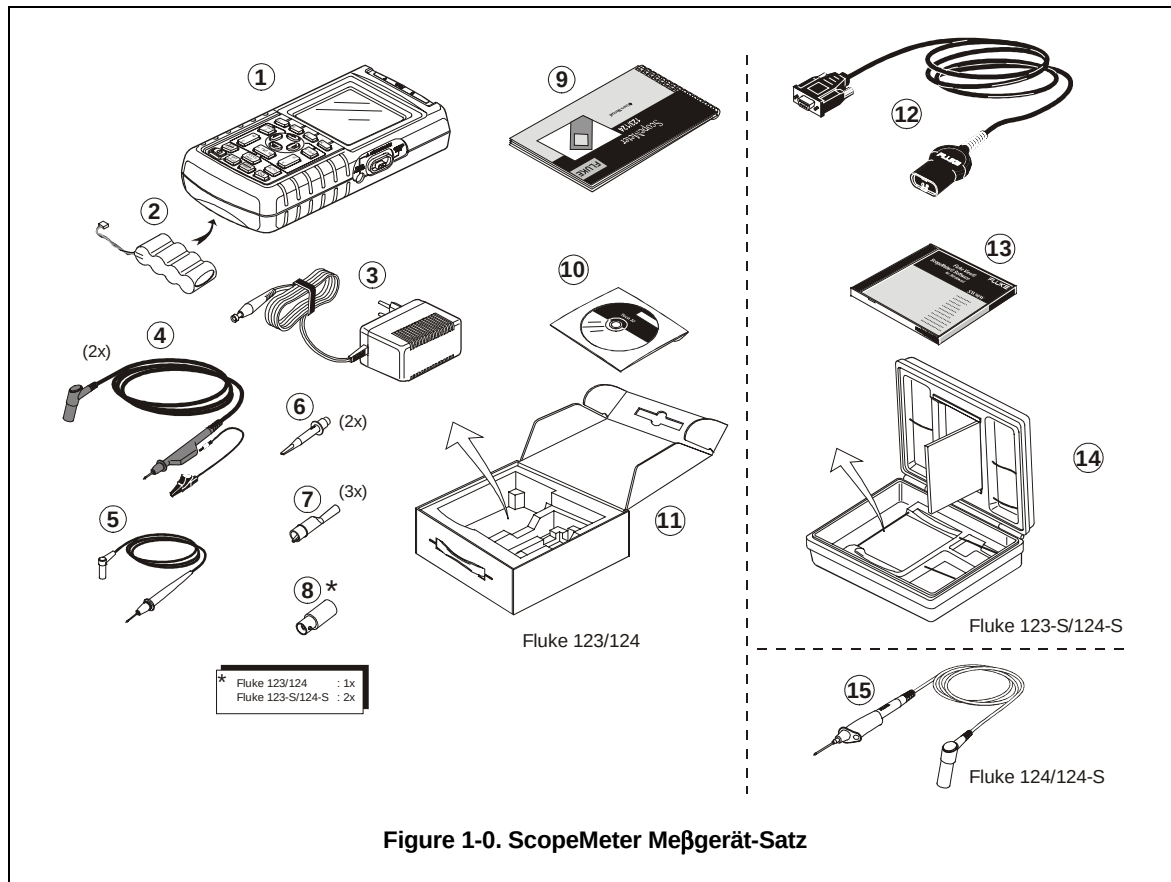

Figure 1-0. ScopeMeter Meßgerät-Satz
- Verbinden Sie die Masseleitung (Abb. 1-0, Pos. 5) nicht mit Spannungen, deren Spitzenwert mehr als 42 V (30 V effektiv) gegenüber der Schutz Erde beträgt.